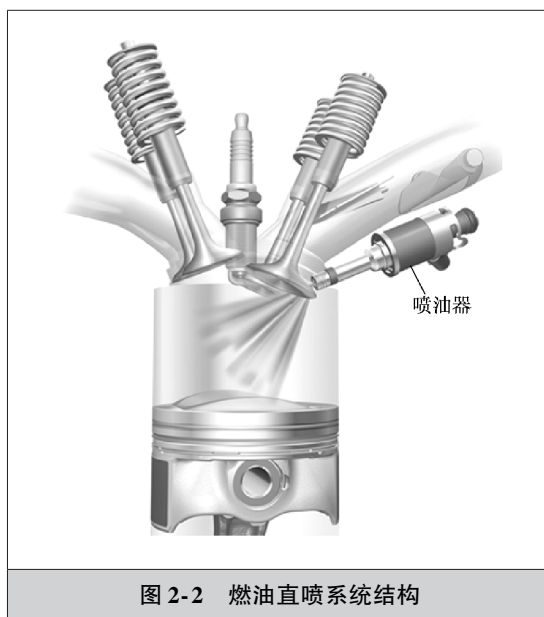

图 2-2 燃油直喷系统结构
2) 燃油直喷技术。如图 2-2 所示,喷油器安装于气缸内,直接将燃油喷入气缸内与空气混合,使油气能够在整个气缸内充分、均匀地混合,从而使燃油充分燃烧,能量转化效率更高。